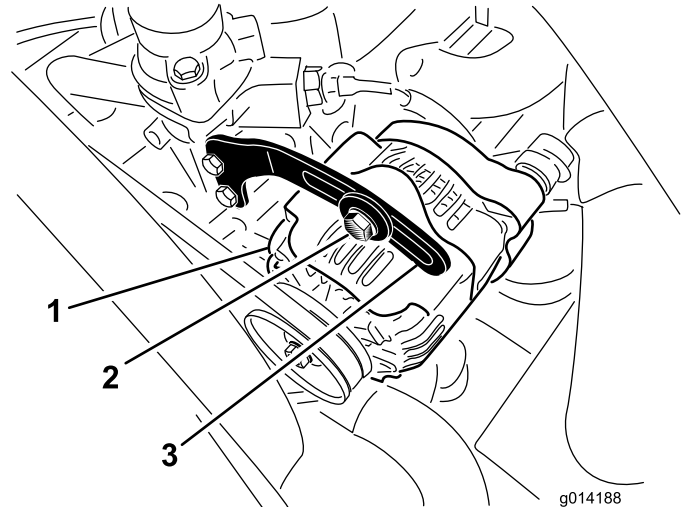

Figura 45
2. Verifique a tensão da correia do alternador, premindo-a (Figura 45) até metade entre as polias do alternador e do cárter com uma força de 10 kg.
3. Desaperte o parafuso que prende o suporte ao alternador (Figura 45) e o parafuso da articulação do alternador.